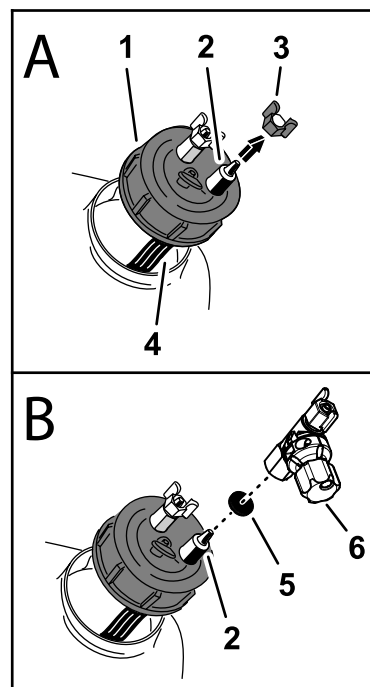

Figura 1
- Localize a tampa preta na extremidade do depósito de marcador de espuma (Figura 1).
- Desaparafuse a tampa preta do depósito e eleve-a do depósito o suficiente para visualizar o tubo do filtro azul (**Figura 1**).
- Remova a porca de compressão azul da união na tampa do depósito **ligada** ao tubo do filtro azul no interior do depósito (**Figura 1**).
- Instale a válvula reguladora montada na tampa e junta na união da tampa do depósito e posicione a válvula como se mostra na **Figura 1**.